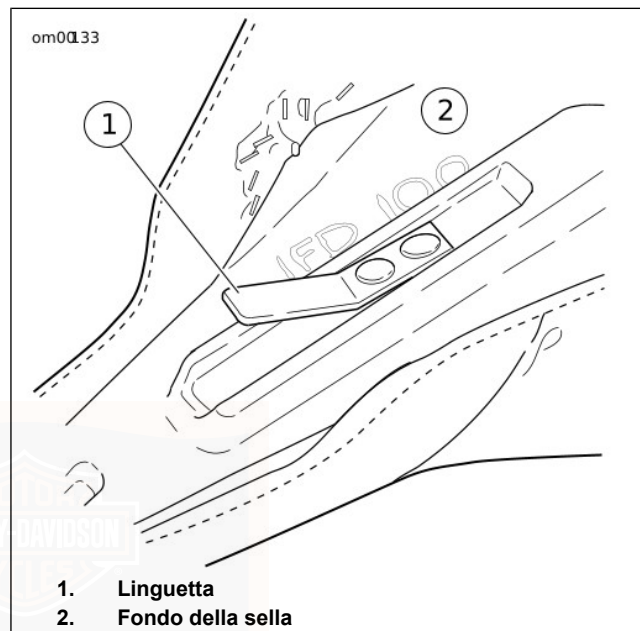
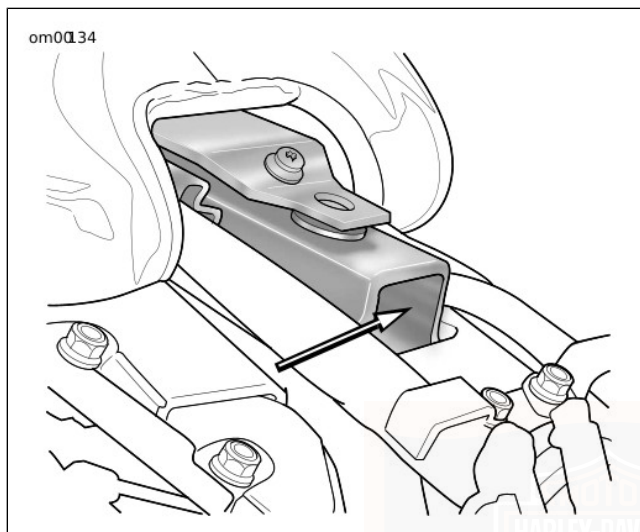

Figura 61. Linguetta della sella
Figura 62. Dorsale del telaio
Vedere la Figura 61 e la Figura 62. Tutte le motociclette Softail Harley-Davidson sono dotate, sotto la sella, di una linguetta che scivola in una fessura sotto l'estremità della dorsale del telaio.
2. Vedere la Figura 61. Spingere indietro la sella in modo da liberare la linguetta – che si trova sulla parte anteriore della sella – dalla fessura o dalla staffa della dorsale del telaio.